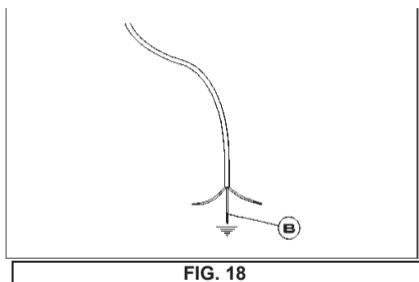

FIG. 18
*Si le câble d'alimentation est remplacé, l'installateur doit laisser le fil de mise à terre plus long que les conducteurs de phase (fig. 18) et se conformer aux recommandations données au paragraphe 9.*